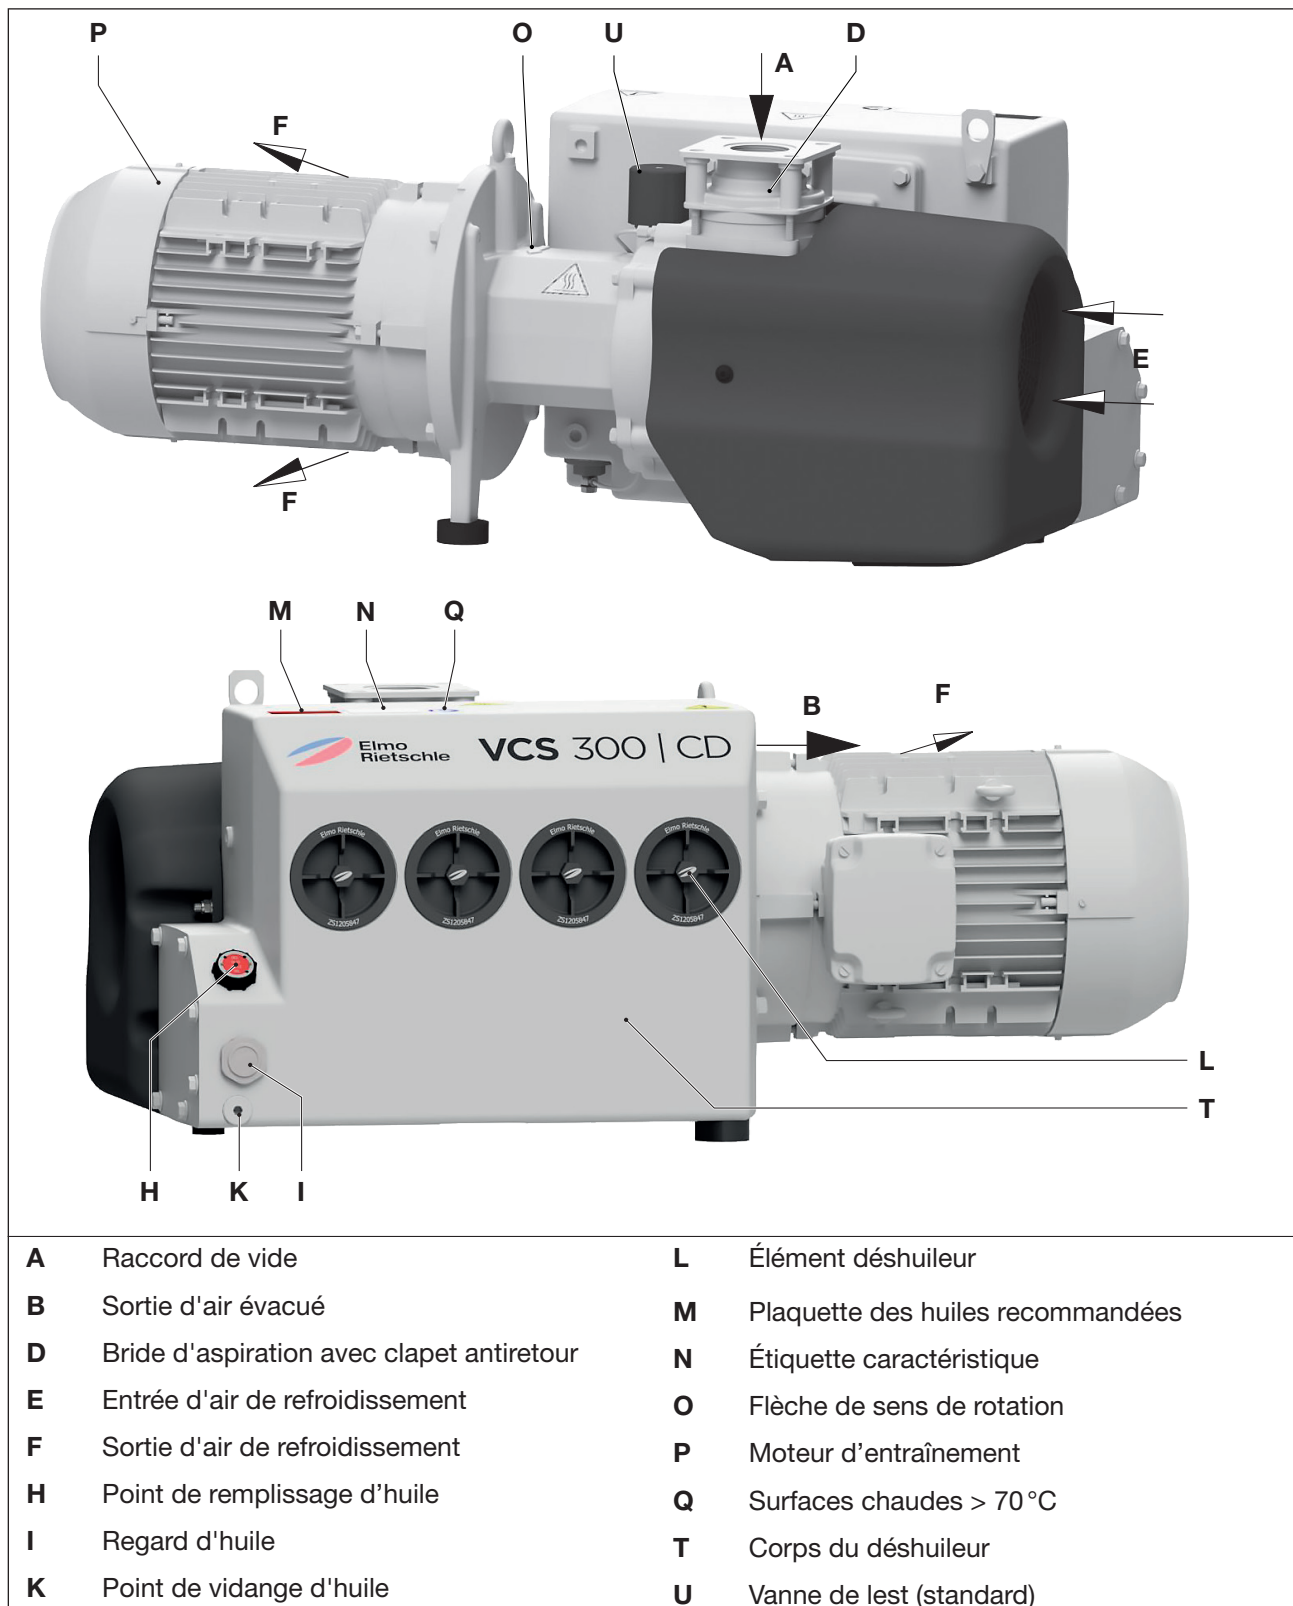

Fig. 2 Pompe à vide V-VCS 200 / 300
Une vanne de lest de série (Fig. 2/U) empêche la condensation de petites quantités de vapeur d'eau à l'intérieur de la pompe lorsque la pompe est à température de service. La compatibilité avec la vapeur d'eau peut varier en fonction de l'exécution de la pompe (voir Info I200).
- la bride d'aspiration (Fig. 2/D), le point de remplissage d'huile (Fig. 2/H), le regard d'huile (Fig. 2/I), la vidange d'huile (Fig. 2/K), le lest d'air (Fig. 2/U) et le corps du déshuileur (Fig. 2/T) doivent être facilement accessibles.
Le raccord de vide (Fig. 2/A) se trouve sur la bride d'aspiration (Fig. 2/D).
- Retirez l'obturateur du raccord d'aspiration (Fig. 2/A) et de la sortie de l'air évacué (Fig. 2/B).
- Raccordez la tuyauterie au raccord de vide (Fig. 2/A).
- L'air aspiré peut être refoulé soit à la sortie de l'air évacué (Fig. 2/B) soit par le biais d'un flexible ou d'une tuyauterie.
- Contrôlez le niveau d'huile de lubrification sur le regard d'huile (Fig. 2/I) et faites l'appoint si nécessaire.
- Versez l'huile de lubrification (pour les types adaptés, voir chapitre 7.6 „Huile de lubrification“) par le point de remplissage d'huile (Fig. 2/H) jusqu'au bord supérieur du regard (Fig. 2/I).